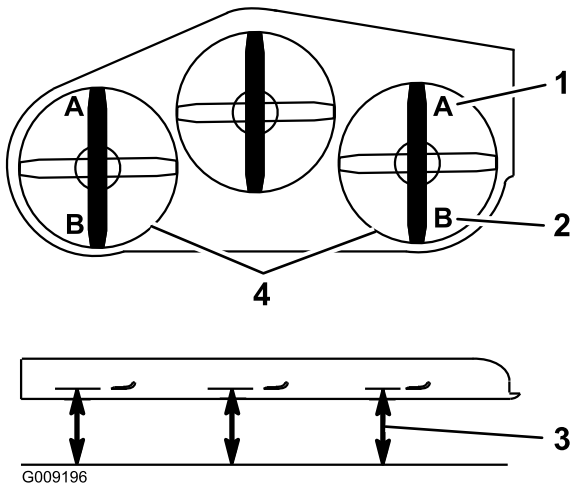

Figura 85
- En ambos lados de la carcasa, mida desde la superficie nivelada hasta la punta delantera de la cuchilla (Posición A). La distancia debe ser de 7.6 cm (3 pulgadas) (Figura 85).
15. En ambos lados de la carcasa, mida desde la superficie nivelada hasta la punta trasera de la cuchilla (Posición B). La distancia debe ser de 8.3 cm (3-1/4 pulgadas) (Figura 85).